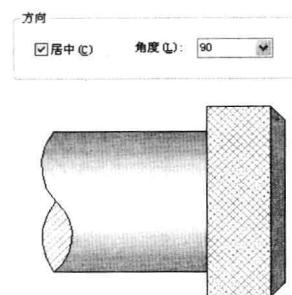

图 5-1-16
(6) 打开前一节素材文件“5-1-1.dwg”，单击“渐变色”按钮，单击第一排第二个图案，角度设置为“90”，单击“添加：拾取点”按钮，在填充区域单击，按Enter键，单击“确定”按钮，如图 5-1-16 所示。